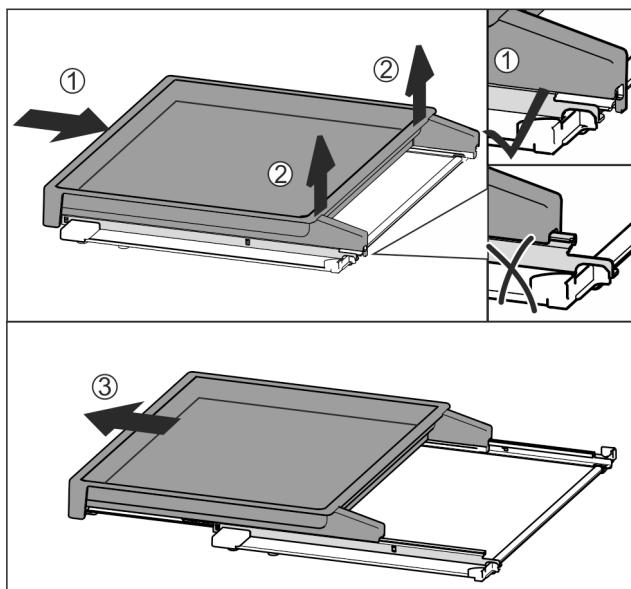

Fig. 43
- Повністю вставте витяжну панель Fig. 43 (1).
- Відпустити фіксатор на задній стороні Fig. 43 (2).
- Потягніть витяжну панель вперед Fig. 43 (3).